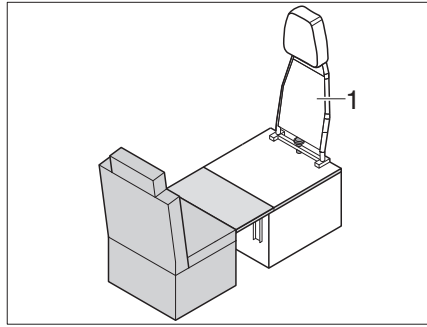

Bild 227 Umbau Fahrbetrieb - Schlafbetrieb
- Rückenlehne (Bild 227,1) von Einzelsitz abbauen (siehe Kapitel 7.16.9).